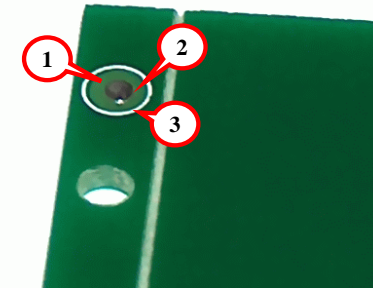

рис. 7-48
Как я уже сказал, машина следит за ориентацией PCB с помощью оптических датчиков. По этой причине, fiducials должны быть хорошо различимы. Металлическая площадка отражает свет (рис. 7-48, ①). Пространство вокруг неё можно освободить от маски (②) для до-